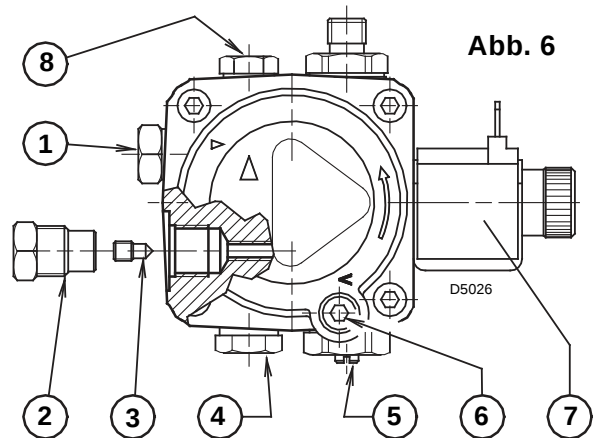
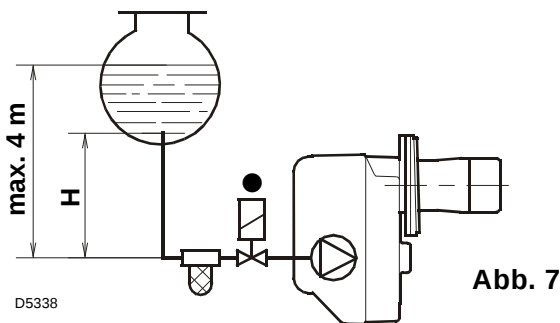

Abb. 6
Abb. 7
- Die Pumpe ist werksseitig für den Zweirohr-Betrieb eingerichtet. Wird ein Pumpen-Einrohrbetrieb für notwendig erachtet, so ist der Rücklauf-Schlauchleitungsstopfen (2) zu lösen und die By-Pass Schraube (3) zu entfernen. Danach ist der Rücklauf-Schlauchleitungsstopfen wieder einzuschrauben. (Siehe Abb. 6).
Bei der in Abb. 7 dargestellten Anlage ist es ausreichend, wenn man den Vakuummeteranschluß (5, Abb. 6) lockert und das Austreten des Brennstoffes abwartet.